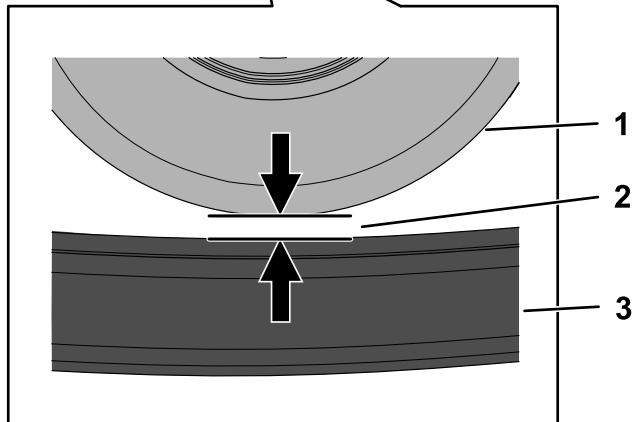

Figura 67
4. Compruebe que la distancia entre la segunda rueda de rodaje, contando desde atrás, y la oruga es de 20 mm (0.8"), como se muestra en la Figura 67. Si es necesario realizar ajustes, vaya a Ajuste de la tensión de las orugas \(página 47\)
- Usando una llave de carraca de $\frac{1}{2}$ ", gire el tornillo tensor hasta que la distancia entre la rueda de rodaje y la oruga sea de 20 mm (0.79"), como se muestra en la Figura 67.
- rueda de rodaje y la oruga sea de 20 mm (0.79"), como se muestra en la Figura 67.